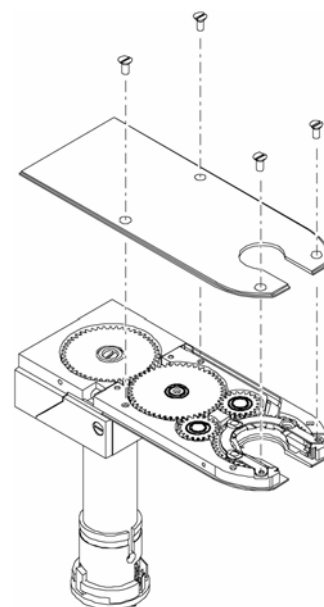

Figure 47 サイド・カバー(ブラシ側)の
5. サイド・カバー(ブラシ側)を固定している 4 本のプラスチック製マイナス・ネジを外します。**Fig.47**をご参照ください。